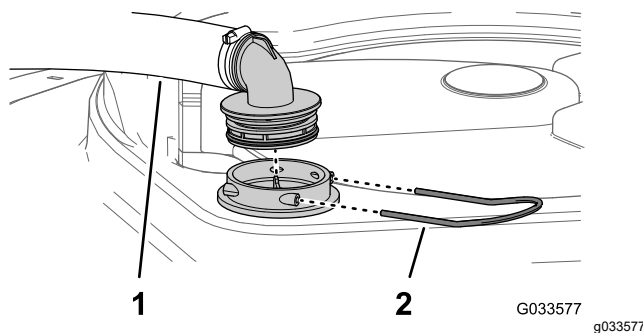

Bild 109
2. Nehmen Sie oben am Sprühbehälter den Halter ab, mit dem das Schlauchanschlussstück befestigt ist, das am dicken Schlauch und dem Filtergehäuse angeschlossen ist (Bild 109).
3. Nehmen Sie den Schlauch und das Schlauchanschlussstück vom Filtergehäuse ab (Bild 109).